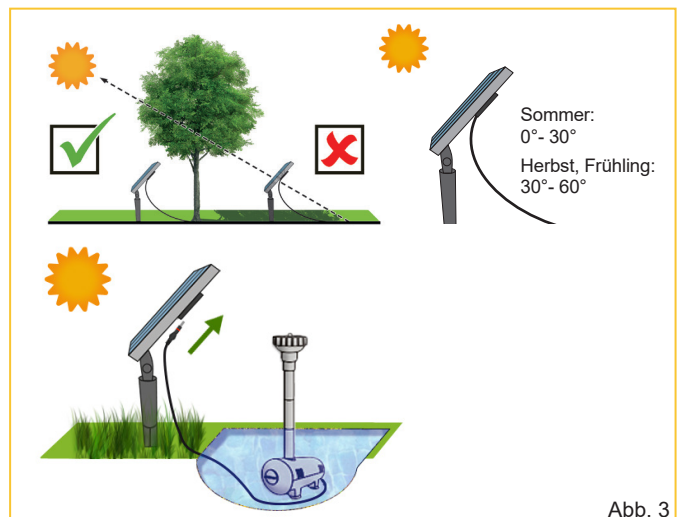

Abb. 3
- Positionieren Sie das Solarpanel so, dass es direktes Sonnenlicht aufnehmen kann. Der Li-Ionen-Akku kann nur funktionieren, wenn das Solarpanel nicht im Schatten steht. Passen Sie ggf. den Winkel des Solarpanels an (siehe Abbildung 3).